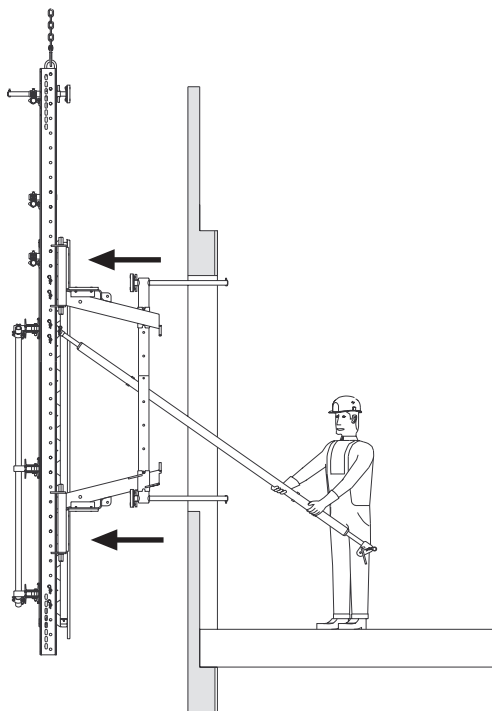

Fig. 19
6. Déplacer le jeu de console avec le coffrage fixe. Fig.19.